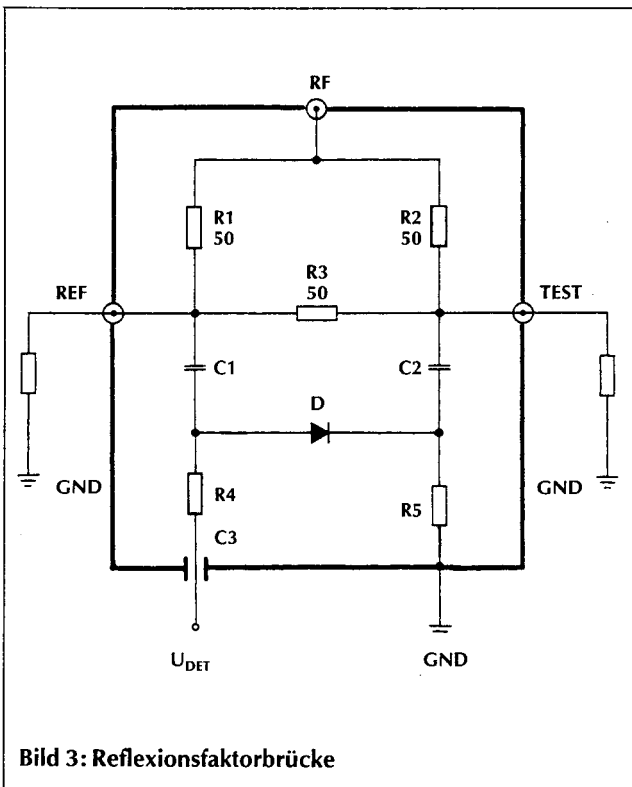

Bild 3: Reflexionsfaktorbrücke
Richtkopplerlösungen vergleichsweise gering (Bild 3). Der Detektor (D) im Nullzweig der Brücke liefert eine Spannung proportional zur „rücklaufenden“ Welle. Am Eingang (RF) schließt man einen Meß-Sender oder Tx und am Anschluß „TEST“ das Meßobjekt an. Der „REF“ Eingang wird mit einem indu-